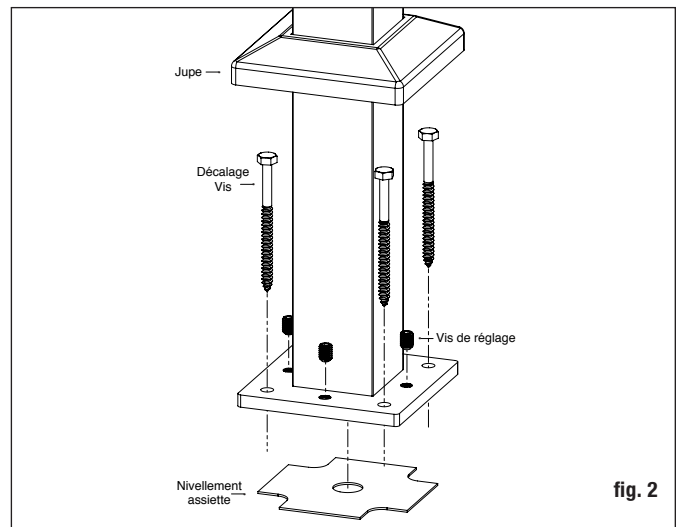

fig. 2
Étape 2 Installez les poteaux en fixant la base en aluminium à la surface de la terrasse. Positionnez le poteau de manière à ce que l'attache entre dans la solive de plancher et assurez-vous que le platelage est fermement attaché à la solive à l'emplacement des poteaux. Si nécessaire, utilisez des blocs de bois solidement fixés à la structure de la poutrelle comme renforcement sous le platelage où se trouvent les poteaux. Les attaches qui maintiennent la base du poteau à la surface doivent pouvoir se fixer aux solives ou aux renforts de renforcement, et pas seulement au platelage lui-même. *Remarque: Lors de l'installation d'un poteau en aluminium sur une surface en bois, les vis doivent être calées dans au moins 3 po de bois massif (à l'exclusion du platelage). Les planches de terrasse de 5/4 po ou 1 1/2 po ne fournissent pas suffisamment de matériel pour une installation sécuritaire. Si nécessaire, ajoutez du matériel supplémentaire sur la face inférieure de la surface (fig. 2).*